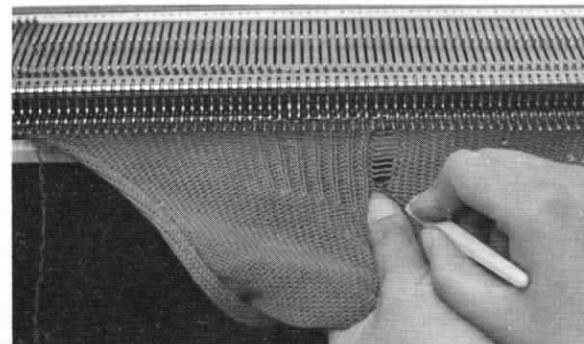

Fig. 40
Este método facilita la visión del remallado de los puntos cuando se hace un borde de elástico (Ver Fig. 40 y 41).
- e) Sujetando firmemente el tejido con la mano izquierda seguir la cadena hasta poner el punto en la aguja vacía (Fig. 40 y 41). Repetir este trabajo con cada segunda aguja. Antes de continuar tejiendo, quitar la regla para platinas.